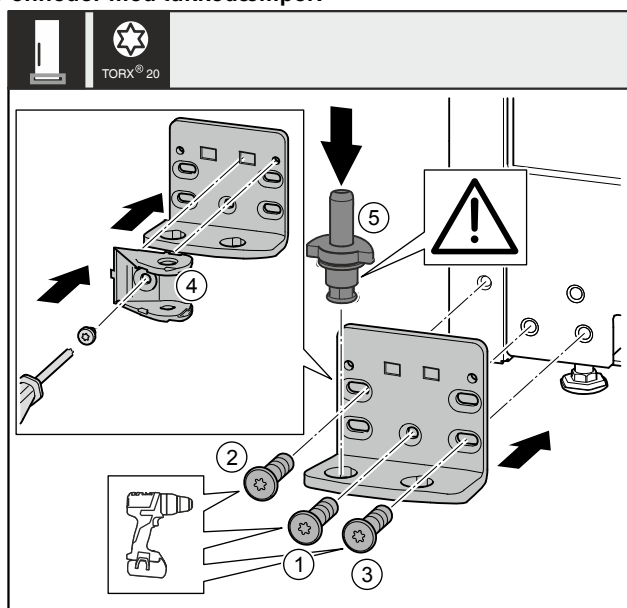

Fig. 36 *
- Påsæt hængslet på den anden side, og skru den fast med en skruetrækker. Begynd med skruen Fig. 36 (1) forneden i midten.*
- Skru skruen Fig. 36 (2) og skruen Fig. 36 (3) fast.*
- Drej lukkedæmperforbindelsen Fig. 36 (4) 180°. Påskrues på den anden side af hængslet med en skruetrækker.*
- Sæt lejebolten Fig. 36 (5) helt ind. Sørg for, at låseknasten vender bagud.*